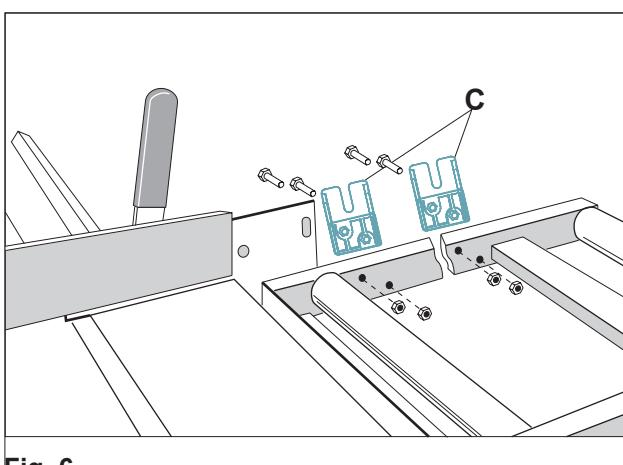
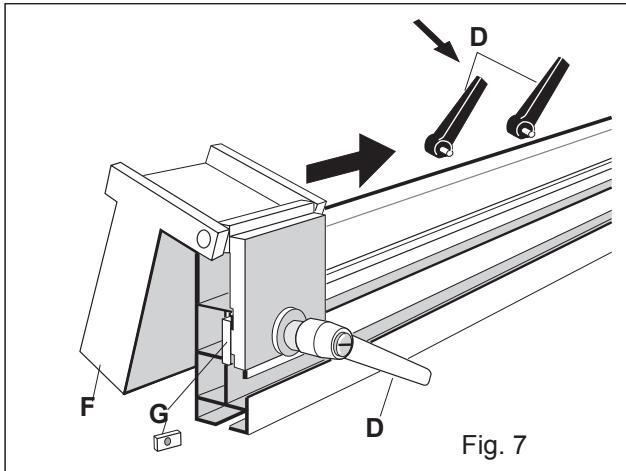
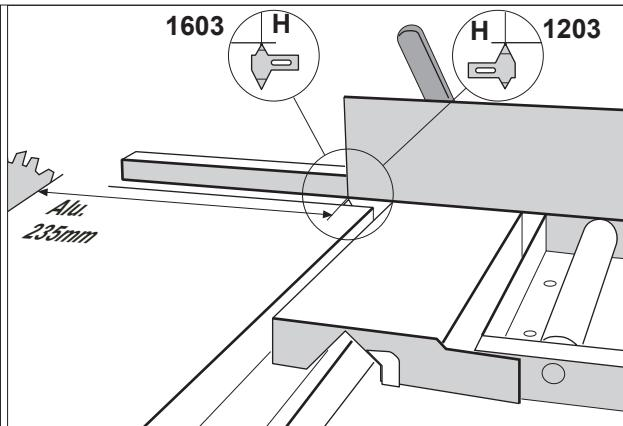

Fig. 6
Fig. 7
Fig. 8
- Monter brakettene **C** på rullebordet som vist i *fig. 6*. Før deretter mutterne **G** inn i det nederste sporet på anholdet og skru så låsehendlene **D** i mutterne (*fig. 7*). Monter deretter anholdet med låsehendlene i sporet på brakettene **C** (*fig. 6*).
- For at målebåndet på anholdet skal vise riktig ved kapping av arbeidsstykket, stilles sagbladet i kappeposisjon **0°** og låses i løftet stilling. Juster anholdet i lengderetningen slik at avstanden mellom aluminiumsanholdet og sagbladets tenner måler **235mm** (*fig. 8 og 9*). Anholdet låses med låsehendlene **D** (*fig. 7*). Bruk materialstopperen og kontroller at innstillingen er riktig ved å foreta en prøvekapping. Når anholdet er riktig justert, justeres også pilen **H** bak på sagbordet som vist i *fig. 8 og 9*. Pilens markering skal markere enden av aluminiumsanholdet. Det vil senere være lett å stille anholdet tilbake i denne posisjonen.
- Før den fellbare materialstopperen **F** inn på anholdet fra enden, slik at mutteren **G** kommer inn i aluminiumsprofilen. (Se *fig. 7*.)